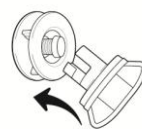

Figure 5
- Replace the valve cap to create an air tight seal (*figure 5 & 6*)
- Entfernen Sie die Ventilkappe um eine luftdichte Abdichtung zu schaffen (figure 5 & 6)
- Retirez le bouchon de la valve pour créer un joint étanche à l'air (figure 5 & 6)
- Rimuovere il tappo della valvola di creare un sigillo a tenuta d'aria (*figure 5 & 6*)